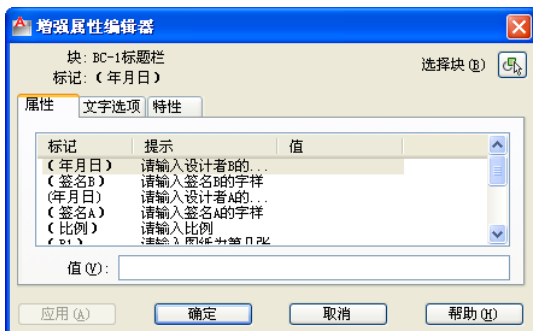

图 6-50 “增强属性编辑器”对话框
(1) 在菜单栏中选择“修改”→“对象”→“属性”→“单个”命令，或者单击“单个”按钮.
(2) 此时，系统出现“选择块”的提示信息。在图形中选择要编辑的块。
(3) 系统弹出如图 6-50 所示的“增强属性编辑器”对话框。该对话框有 3 个选项卡，即“属性”选项卡、“文字选项”选项卡和“特性”选项卡。